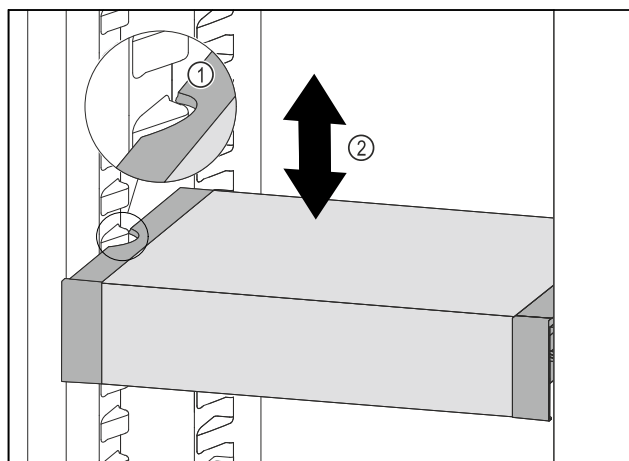

Fig. 137
- ▶ Tire del VarioSafe hacia delante hasta que los huecos laterales del VarioSafe se encuentren a la altura de la nervadura del recipiente en el compartimento del frigorífico. Fig. 137 (1)
- ▶ Mueva el VarioSafe hacia arriba o hacia abajo en el compartimento del frigorífico hasta alcanzar la altura deseada. Fig. 137 (2)